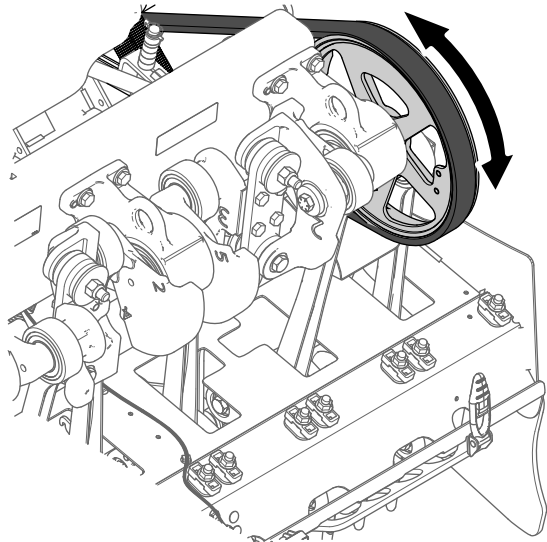
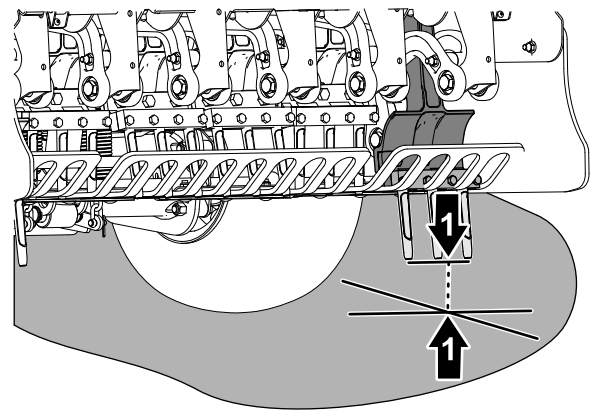

図 63
図 64
4. コアリングヘッドのプーリー **図 63** を回転させて、一番外側のタイヤが地表面に最も近付いた状態にする **図 64**。